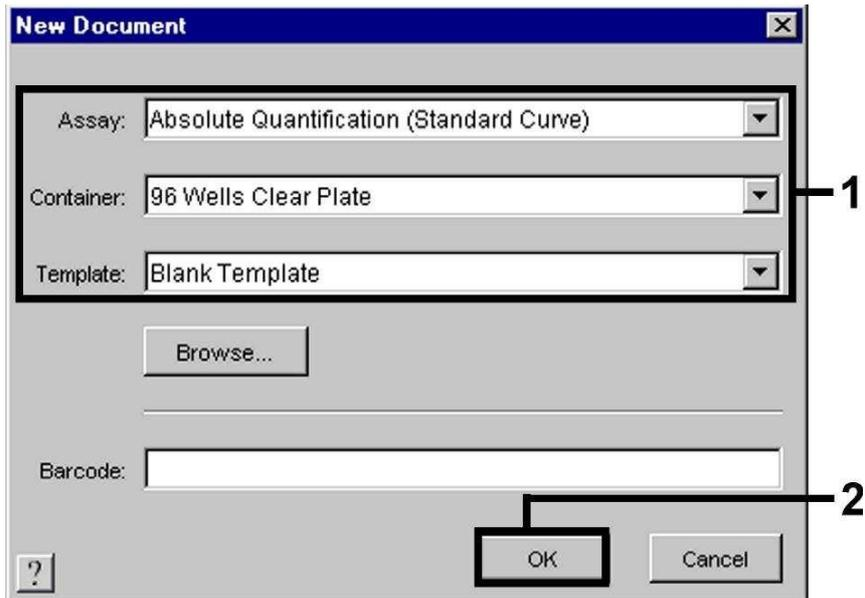

Fig. 16: Pré-definições para a criação de um novo ensaio de PCR (*New Document*).
Selecione no *ABI PRISM 7900HT SDS* o ítem *New* do menu *File* e introduza ao novo documento os seguintes ajustes básicos (ver Fig. 16). Um *Template* gravado anteriormente (*ABI PRISM SDS Template Document* [*.sdt]) encontra-se à sua disposição na lista de *Template* ou pode ser seleccionado através da função *Browse* (ver capítulo 8.5.3.5 **Gravação do Ensaio de PCR**). Confirme as suas definições (OK).